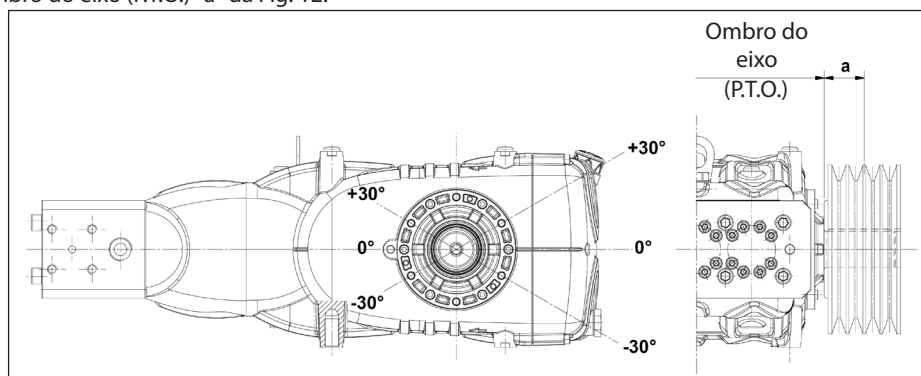

Fig. 12
A transmissão é considerada adequada se tal carga é aplicada a uma distância máxima de  $a = 40$  mm do ombro do eixo (P.T.O), conforme indicado na Fig. 12.
- b) Use correias de alto rendimento - por exemplo **XPB** ao invés de **SPB** - pois resultará necessário uma quantidade inferior de correias com a mesma potência transmitida e uma conseqüente distância inferior do resultante em relação ao ombro do eixo (P.T.O.) "a" da Fig. 12.
- e) Siga a direção da tensão da correia, conforme indicado na Fig. 12 para exigências diferentes, contate o **Departamento Técnico** ou o **Serviço de Assistência ao Cliente**.